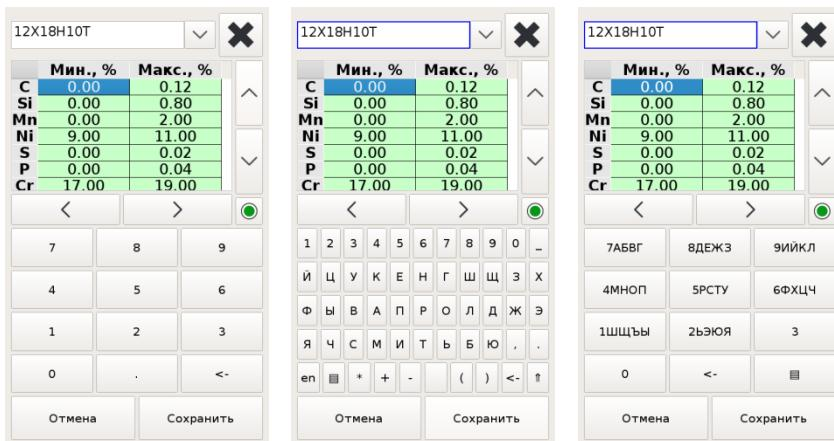

Рисунок 28 Редактирование материала выбранного марочника
4.7.6. Редактирование концентрации элемента выбранной марки (Рисунок 28):